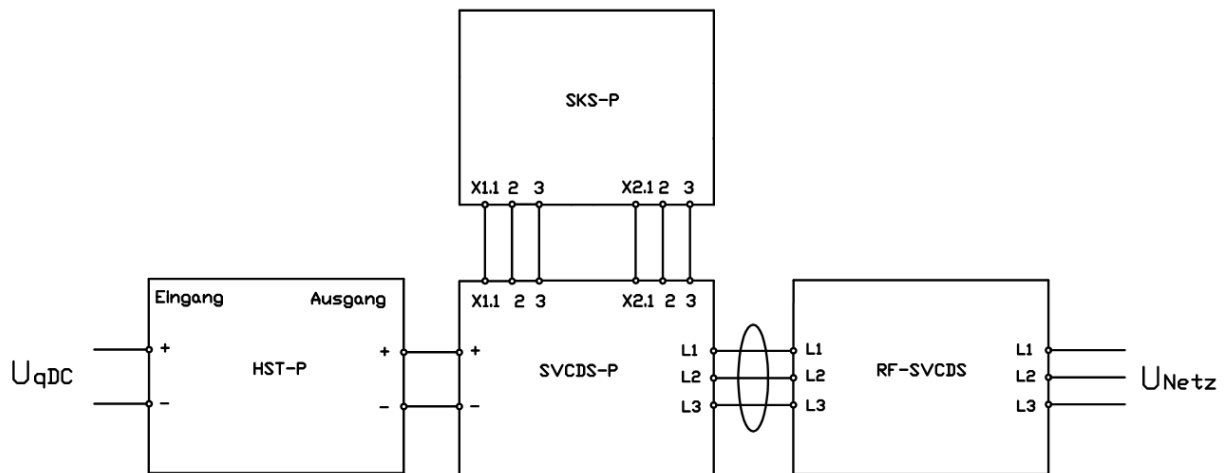
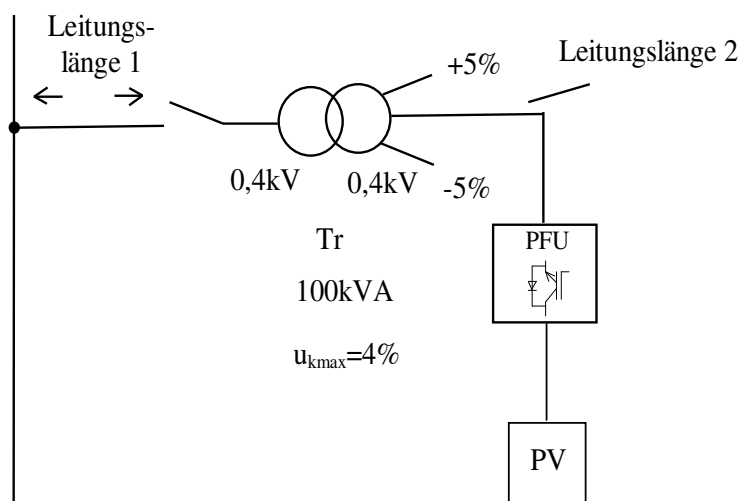

Abb. 8: Die Verschaltung der Module bis einschließlich PNM-P 100-400
Abb. 9: Netzanbindung mit Potentialtrennung
Die PNM-Module bis einschließlich PNM-P 100-400 werden wie in Abb.8 verschaltet.
- Um die Auswirkungen von geringen Kurzschlussleistungen am Anschlusspunkt des Niederspannungsnetzes, bei langen Leitungslängen (siehe. Abb. 8. „Leitungslänge 1 und 2“) oder hohen Netzimpedanzen auszugleichen ist ein Transformator mit Anzapfungen zu verwenden (siehe Abb. : 9)